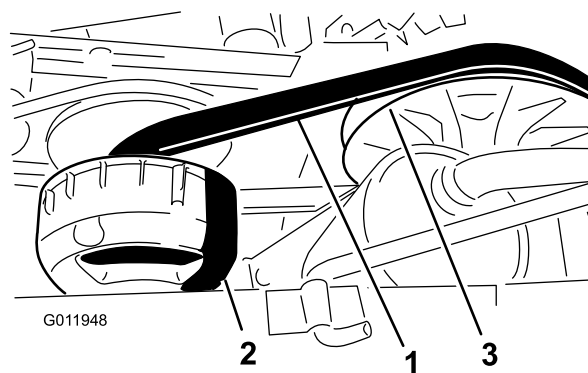

Рисунок 72
4. Проверните и осмотрите ремень (Рисунок 72) для обнаружения признаков чрезмерного износа или повреждений.
3. Поверните и проложите ремень поверх вторичного сцепления (Рисунок 72).
4. Снимите ремень с основного сцепления (Рисунок 72).
5. Проложите новый ремень поверх основного сцепления (Рисунок 72).
6. Поверните и проложите ремень поверх вторичного сцепления (Рисунок 72).